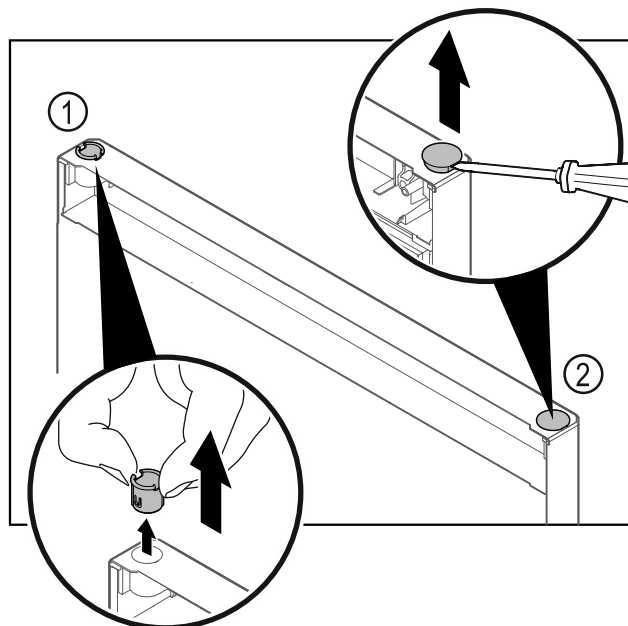

Fig. 22 Porte de la partie réfrigérateur
- Retirer la bague Fig. 22 (1) avec les doigts.
- Soulever délicatement le bouchon Fig. 22 (2) avec un tournevis plat et le retirer.